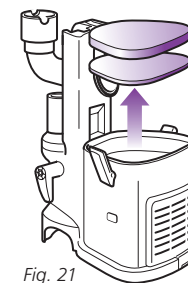

Fig. 21
- 2 Retirez les 2 filtres du dessus de la base du moteur. (Fig. 21)